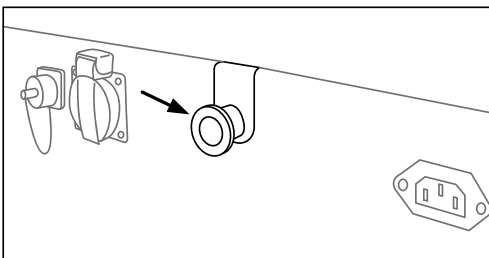

Figura 6.
2. Utilice una abrazadera tipo "Clamp" para conectar la interfaz de tres vías. Asegúrese de que la abrazadera esté atornillada correctamente para evitar fugas de vacío (Figura 6, 7 y 8)